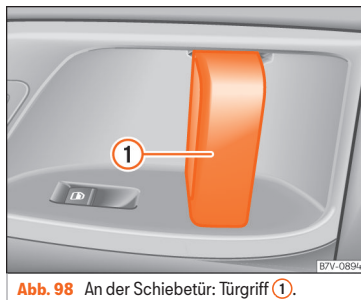

Abb. 98 An der Schiebetür: Türgriff ①.
- Bei entriegelter Schiebetür den Türinnengriff ziehen und Schiebetür vollständig aufschieben » Abb. 98 ①.